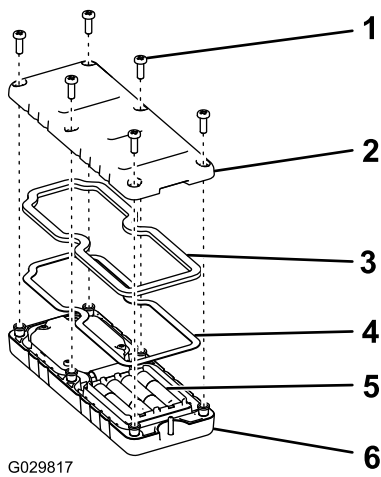

Figura 40
1. Togliete le 6 viti dalla parte posteriore del telecomando e togliete il coperchio (Figura 40).
5. Riposizionate il coperchio e fissatelo con le 6 viti precedentemente rimosse (Figura 40) e serratele a una coppia di 1,5-1,7 N·m.